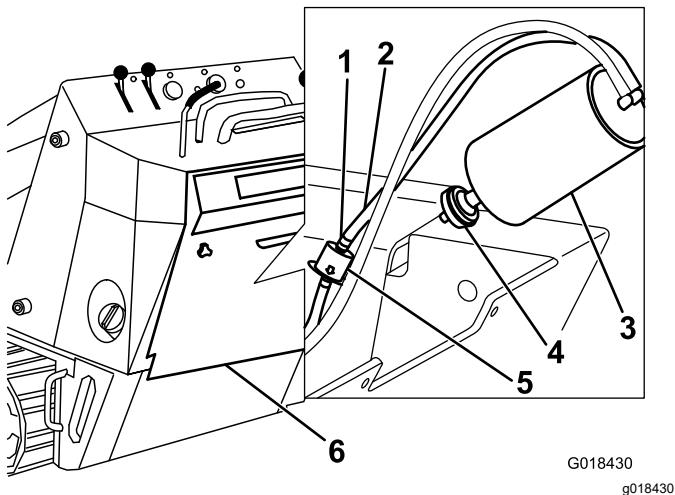

Figura 33
4. Togliete il filtro dell'aria del canister a carboni attivi e gettatelo (Figura 33).
5. Montate un nuovo filtro sul canister a carboni attivi (Figura 33).
4. Spostate le fascette stringitubo a molla su entrambi i lati del filtro della linea di spurgo del canister a carboni attivi lontano dal filtro (Figura 33).
5. Togliete il filtro della linea di spurgo e gettatelo (Figura 33).
6. Montate un nuovo filtro nel flessibile con la freccia del filtro rivolta nella direzione opposta al canister a carboni attivi e fissatelo con le fascette stringitubo (Figura 33).